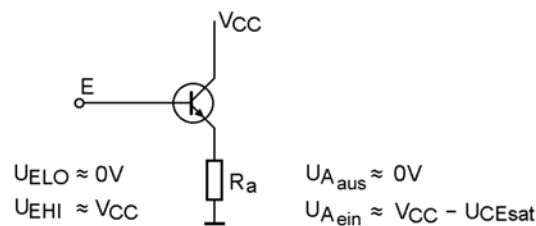

Abb. 1.3 Emitterfolger.
Der Transistor wird in Kollektorschaltung betrieben (Abbildung 1.3). Bleibt die Basisspannung unterhalb der Betriebsspannung, so gelingt es gar nicht, den Transistor in die Sättigung zu treiben. Der Vorteil: schnelles Schalten infolge der kurzen Speicherzeit. Die Nachteile: (1) der ausgangsseitige High-Pegel ist